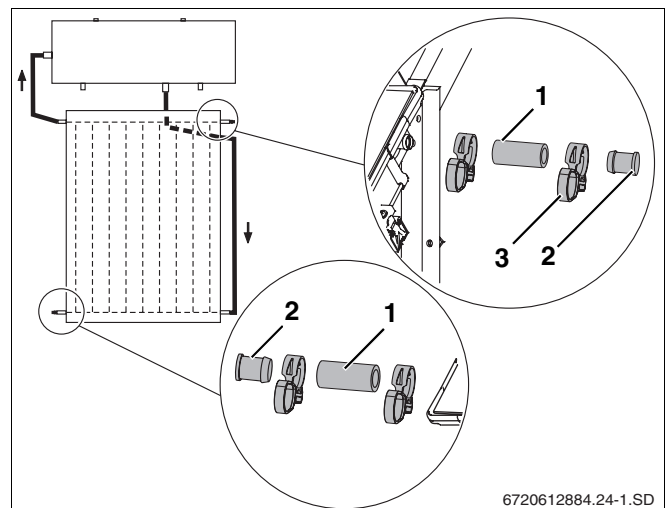

fig. 24 Ligar o tampão cego
- ▶ Colocar as mangueiras solares de 55 mm (fig. 24, **item 1**) com o tampão cego pré-montado sobre as duas ligações livres do campo do colector.
- ▶ Quando as braçadeiras de fita elástica (fig. 24, **item 3**) estiverem correctamente assentes, aperte os anéis de aperto para fixar a ligação.